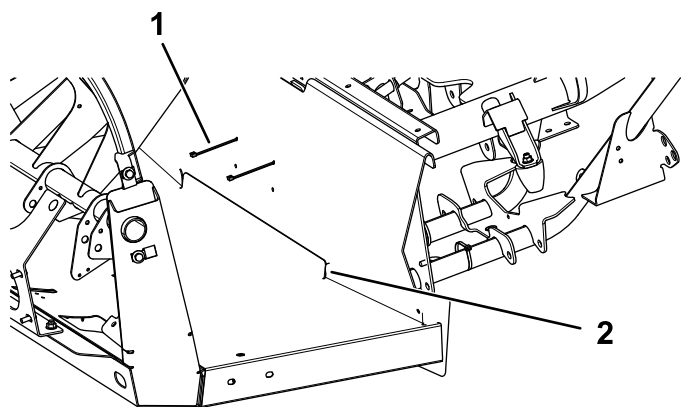

Figura 23
3. Dobre a aba e enfie-a debaixo da flange do piso (Figura 23).
4. Prenda a aba com duas braçadeiras de cabos em torno do tubo do chassi central (Figura 23).